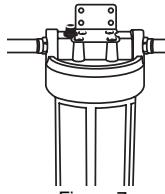

Figura 7
8. Asegure el soporte a la cabeza del filtro con los cuatro tornillos de cabeza Phillips incluidos. (ver Figura 7).